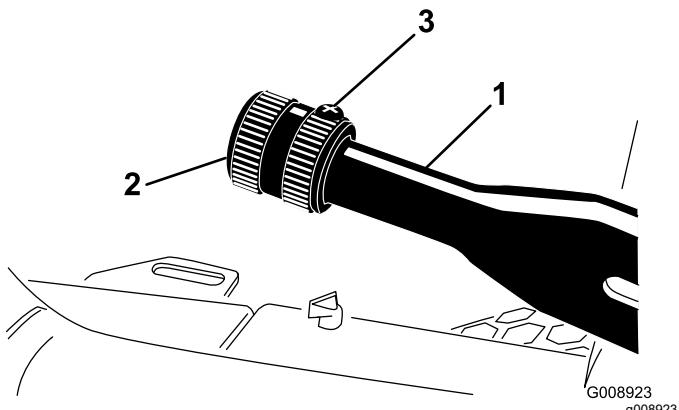

Figure 70
1. Desserrez la vis de fixation du bouton sur le levier du frein de stationnement (Figure 70).